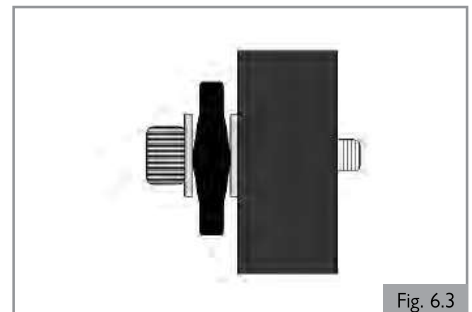

Fig. 6.3
4. Placez l'autre rondelle contre le boulon. (Fig. 6.3)